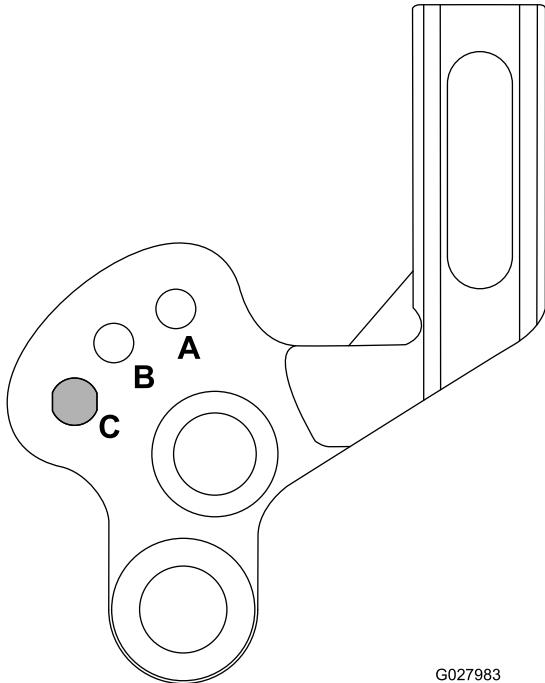

Figura 20
- B. Ruotate i bracci in alto o in basso nella posizione A o B (Figura 20).
Se desiderate tosare senza groomer o dovete trasportare la macchina, sollevate il cilindro grooming nella posizione sollevata di trasporto, come illustrato in Figura 20.